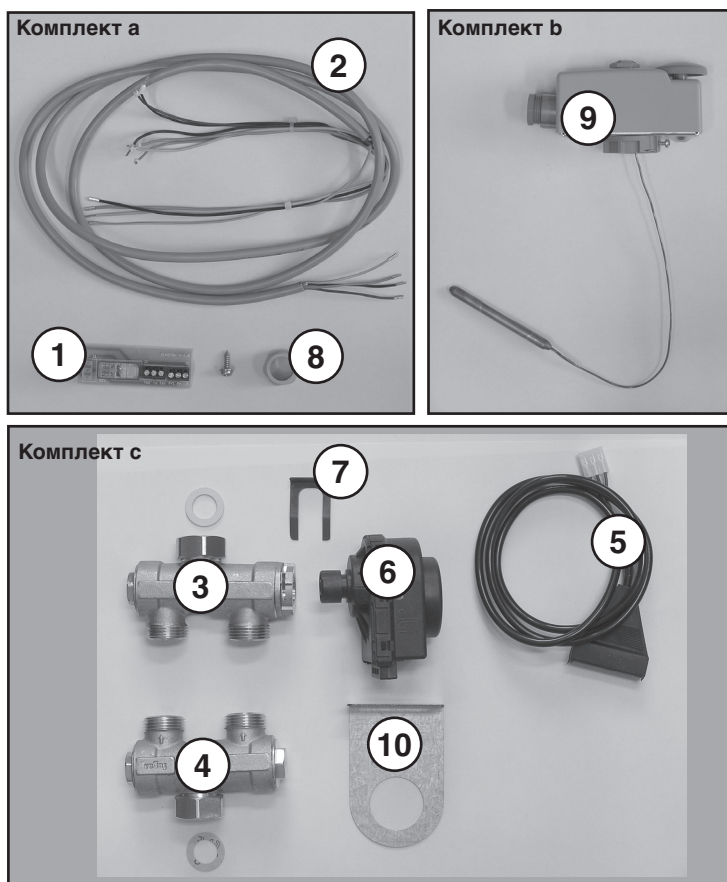

рис. 1
2. На выход отопляющей воды из котла установите запорный вентиль. Затем установите механическую часть 3-ходового механического клапана (рис. 1, поз. 3) так, чтобы управляющий клапан был направлен вправо.
5. На вход отопляющей воды в котёл установите фильтр, запорный вентиль, а затем распределительный элемент из соединительного комплекта (рис. 1, поз. 4).